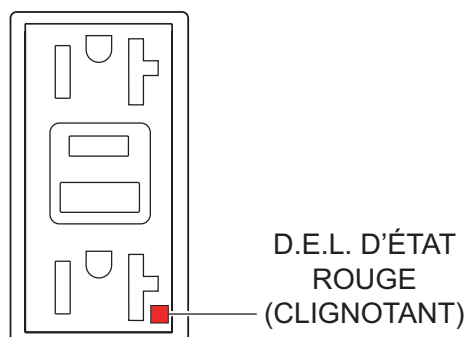

Figure 76. Réceptacle GFCI (D.E.L. rouge clignotante)
- Si la D.E.L. d'état (Figure 76) **clignote (ROUGE)**, n'utilisez **PAS** le réceptacle GFCI. Remplacez-le immédiatement.